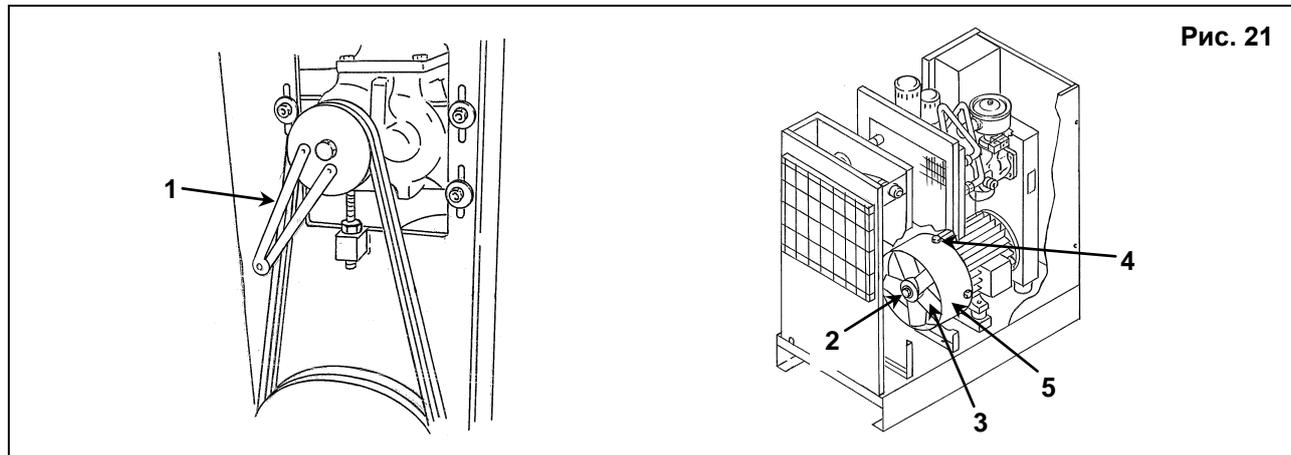

Рис. 21
25.1 СНЯТИЕ ОХЛАЖДАЮЩЕГО ВЕНТИЛЯТОРА И ДИФFUЗОРА (рис. 21)